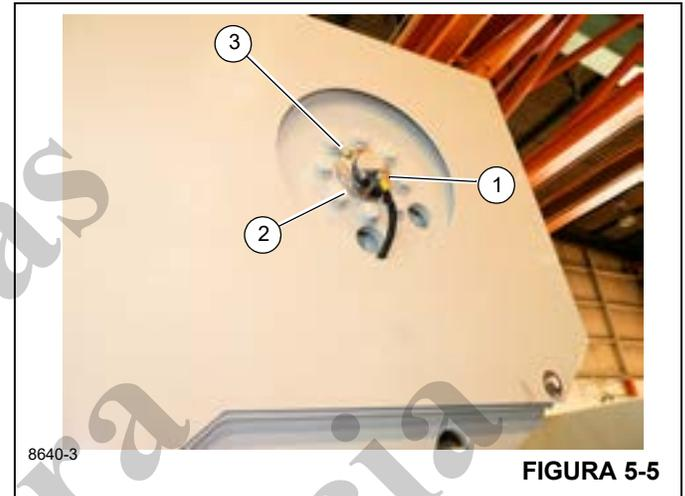

FIGURA 5-5
1. Solte o colar no conector e desconecte o cabo do DRI (1, Figura 5-5).
2. Remova os dois parafusos de retenção (2).
5. Empurre o DRI para dentro do tambor de forma que o entalhe esteja alinhado com o respiro (3, Figura 5-5).
6. Fixe o DRI com os parafusos de retenção (2, Figura 5-5).